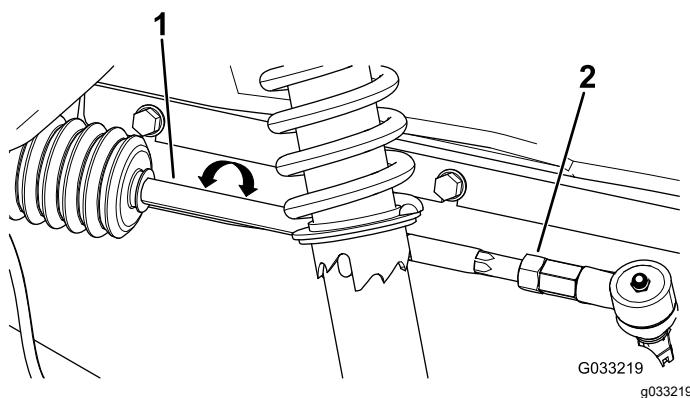

Figure 58
- Si les mesures ne sont pas comprises entre 0 et 6 mm, desserrez les écrous de blocage aux deux extrémités extérieures des biellettes (Figure 58).